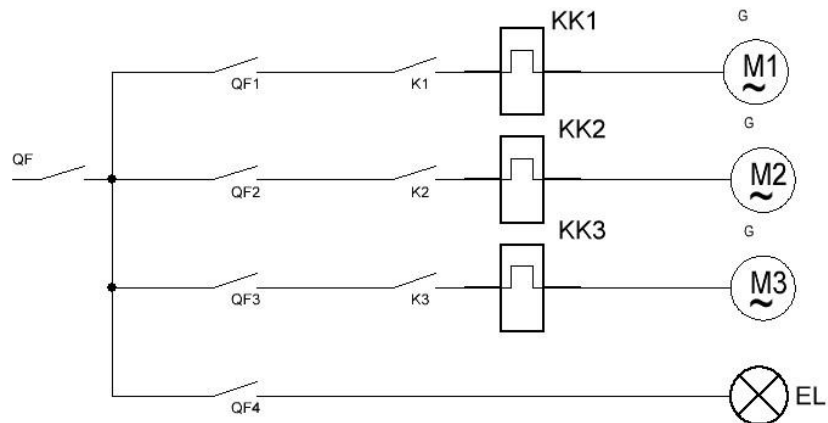

Рисунок 1 - Схема включения электроприемника
1. Для заданных электропотребителей (рис. 1) определить: электрические параметры, исполнение по условиям окружающей среды, степень защиты в соответствии с характером (индексом) помещения. Выбрать аппаратуру защиты и управления, тип светильников, марки и сечения проводов (кабелей) при заданном коэффициенте загрузки  $K_3$ .